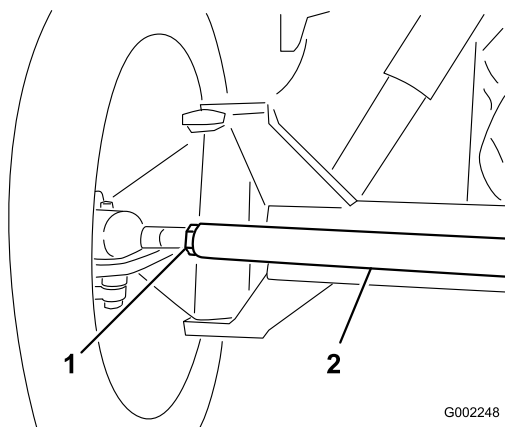

図 134
3. 前後の測定値の差が所定範囲にない場合、タイロッド両端のジャムナットを外して調整を行う(図 134)。